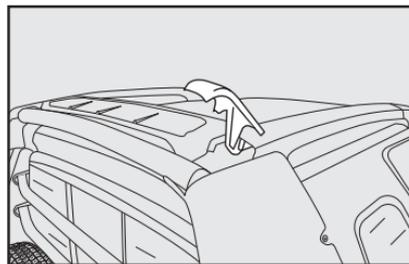
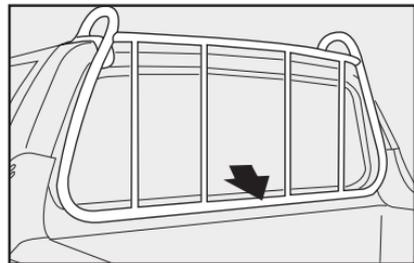
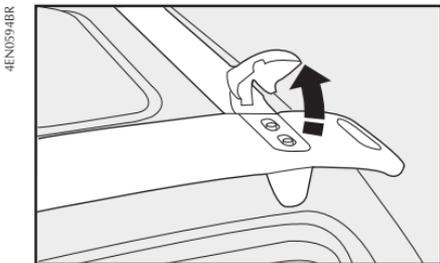

fig. 119
fig. 117
fig. 118
- utilizar o porta-escadas **fig. 117** para apoiar e fixar corretamente os objetos de maior altura. Nas versões com cabine estendida e cabine dupla, levantar antes os limitadores **fig. 118** ou **A-fig. 119** (Strada Adventure).
**Não utilizar as alças de apoio B-fig. 119 para amarrar objetos.**
**Ao utilizar o porta-escadas, não apoiar objetos cujo peso for superior a 50 kg. No caso dos limitadores fig. 118 ou 119, não forçá-los com pressões laterais superiores a 30 kg.**